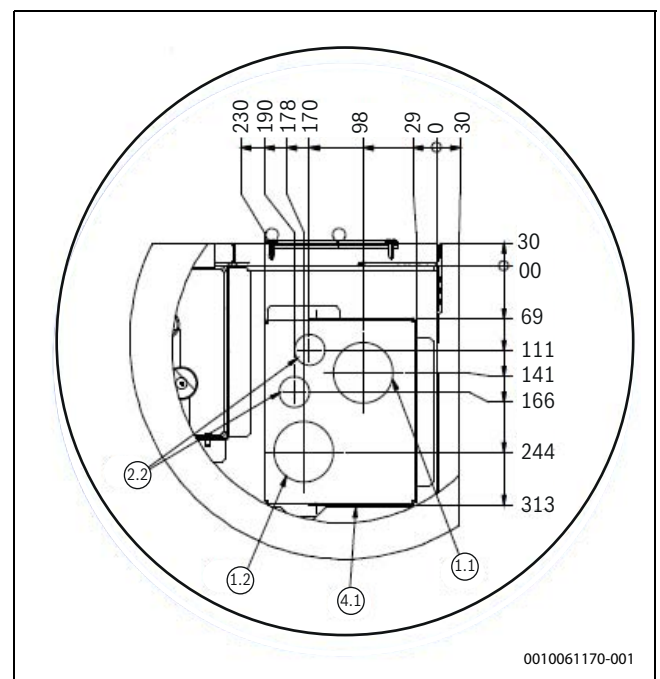

Bild 31 Detail B (Maße in mm)
- B Detail B → Bild 31, Seite 21